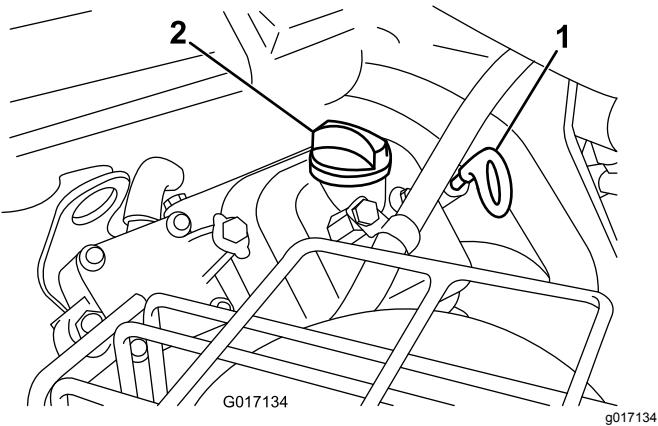

図 20
2. ディップスティックを抜き出しウェスで一度きれいに拭く。ディップスティックを、チューブの根元までもう一度しっかりと差し込む図 20。